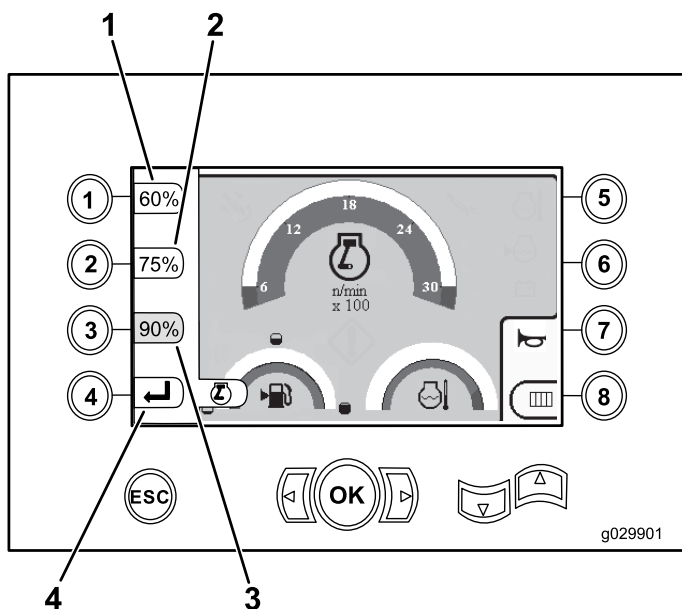

Рисунок 6
- Нажмите кнопку 1 для установки порога 60% частоты вращения двигателя (об/мин), как показано на Рисунок 6.
- Нажмите кнопку 2 для установки порога 75% частоты вращения двигателя (об/мин), как показано на Рисунок 6.
- Нажмите кнопку 3 для установки порога 90% частоты вращения двигателя (об/мин), как показано на Рисунок 6.
- Нажмите кнопку 4 для возврата на главный экран управления (Рисунок 6).